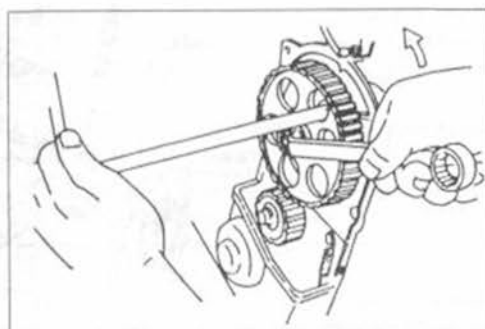

Рис. 23.
- Если необходимо, отвинтить вращающийся ролик (6) для зубчатого ремня.
- Отпустить болты шкива зубчатой передачи распределительного вала с помощью накладного гаечного ключа. Для этого вставить стержень в паз шкива ременной передачи, как показано на рис. 23, с тем, чтобы он не провернулся.
- Шкив ременной передачи (8) снять с распределительного вала.
- Маховик опять удерживать, как это уже было указано выше, и отпустить болт приводного колеса коленчатого вала. Приводное колесо (9) осторожно отжать от коленчатого